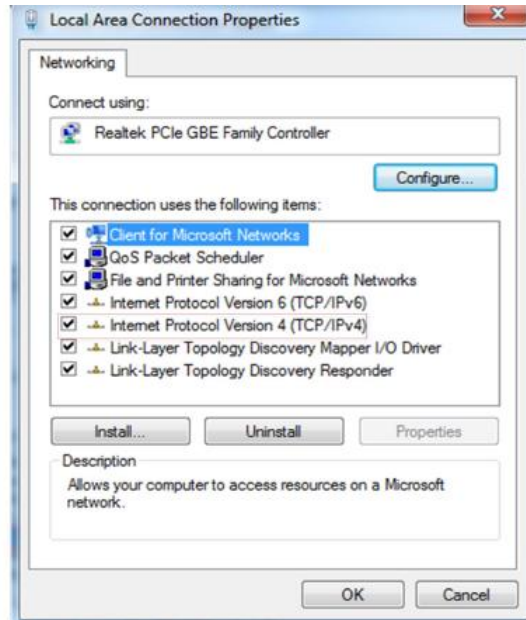

Figura 3-28
Passo 3: Clique em [Propriedades] e a caixa de diálogo de propriedades de conexão aparece, como mostrado na figura 3-28.